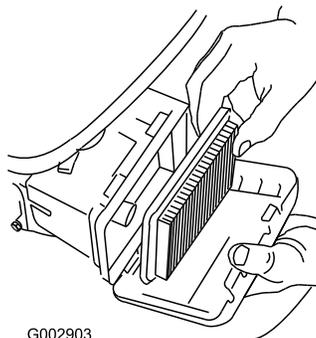

Figura 41
3. Rimuovete il filtro (Figura 41).